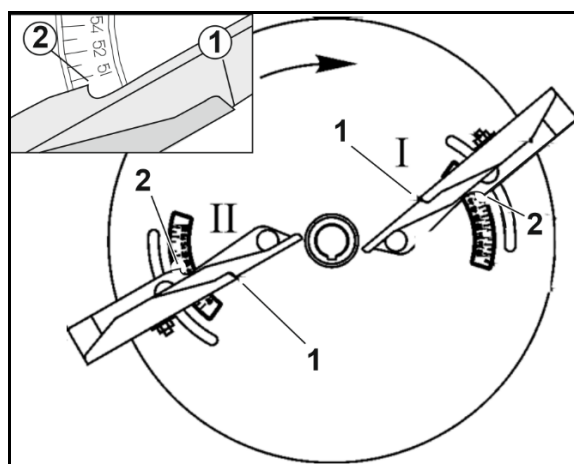

Bild 62
2. Teleskopera avläsningskanten (Bild 62/1) på skopans ytterdel till bokstäverna och fäst skopans ytterdel.
4. Sväng skopans spets (Bild 62/2) till skalvärdet och fäst skopans.